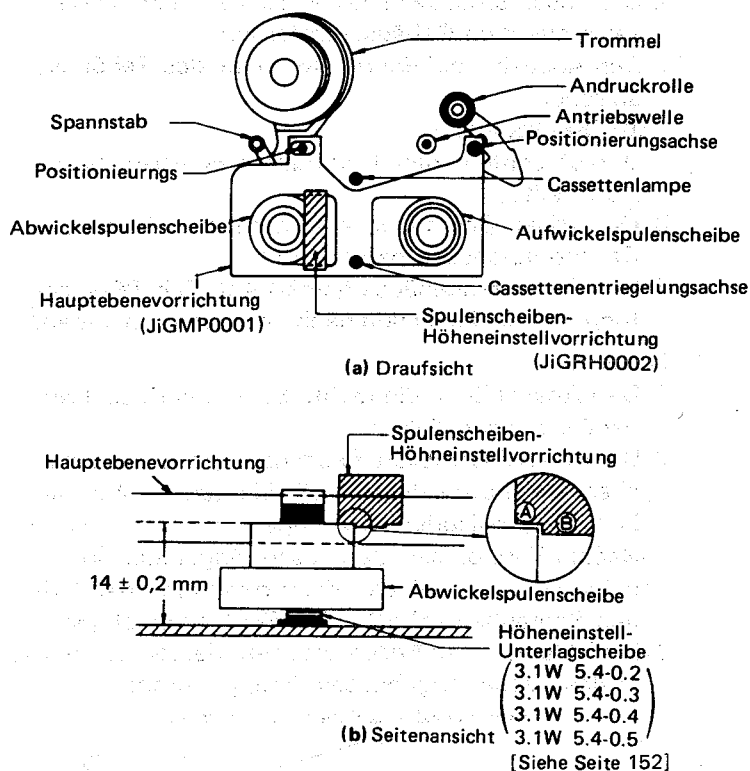

Abbildung 10.
1. Das Cassettengehäuse entfernen, und die Hauptebene gemäß Abb. 10 (a) in das Laufwerk einsetzen, wobei darauf zu achten ist, daß diese nicht gegen die Trommel schlägt.
2. Sicherstellen, daß die Spulenscheibe niedriger als der Teil "A" aber höher als der Teil "B" der Abb. 10 (b), wobei die Spulenscheiben-Höheneinstellvorrichtung zu verwenden ist.